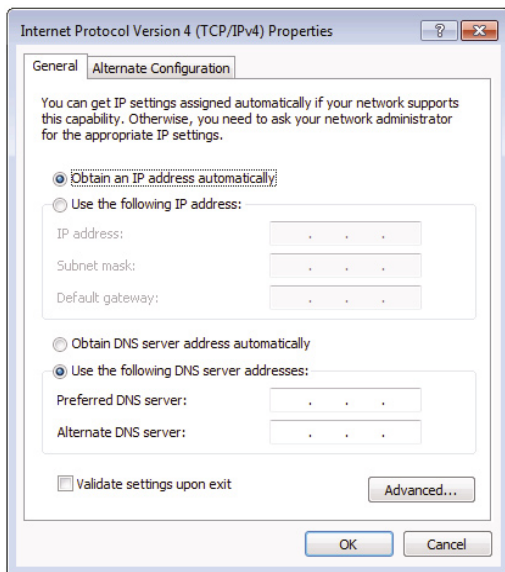
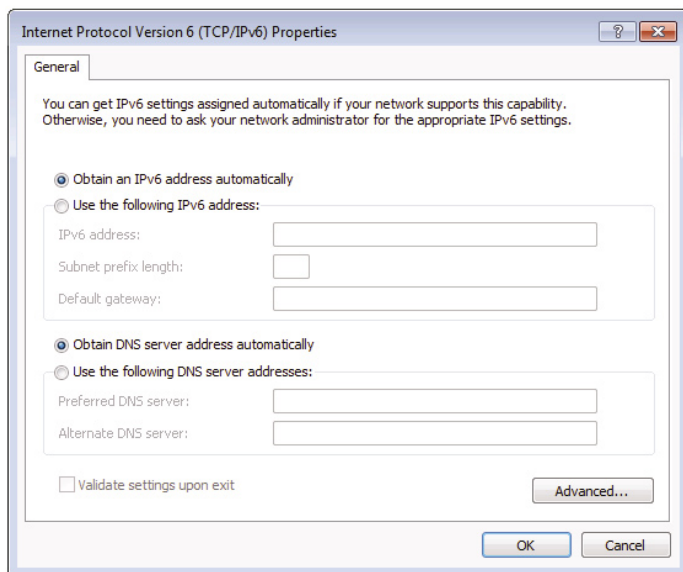

Рис. 8. Окно «Internet Protocol Version 4» (Интернет-протокол версии 4)
Рис. 9. Окно «Internet Protocol Version 6» (Интернет-протокол версии 6)
5. Щелкните на **Properties (Свойства)**. На экране появится окно «Internet Protocol Properties» (Свойства Интернет-протокола), соответствующее информационной системе, как показано на рис. 8 или рис. 9.